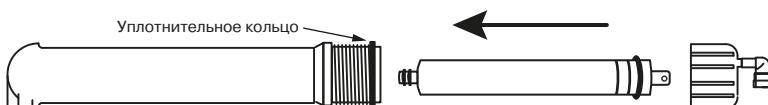

Рис. 13
3. Достаньте мембрану из пластикового пакета и установите ее в колбу (направление установки: двумя резиновыми кольцами — внутрь колбы, см. **рис. 13**), предварительно смазав резиновые уплотнения мембранны тонким слоем силиконовой смазки.